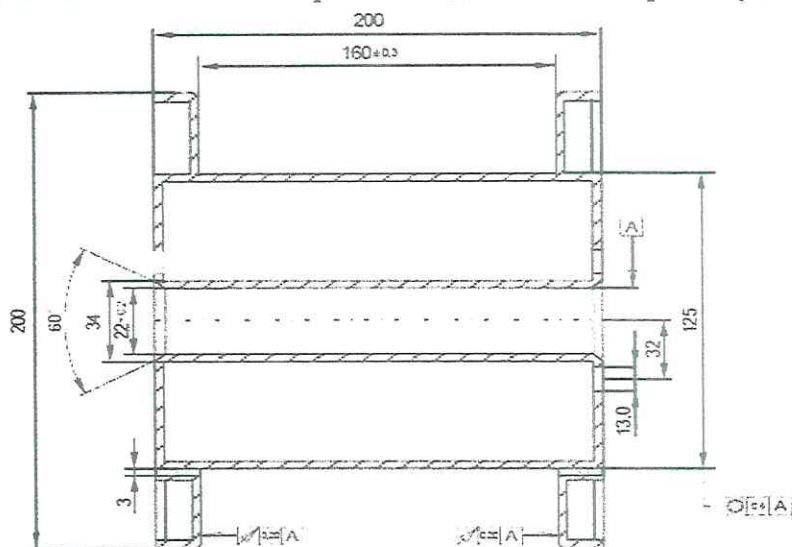

Рисунок 4- катушка D200
4. Катушка D200 с массой наматываемой проволоки до 15кг. Размеры катушки Рисунок 4.